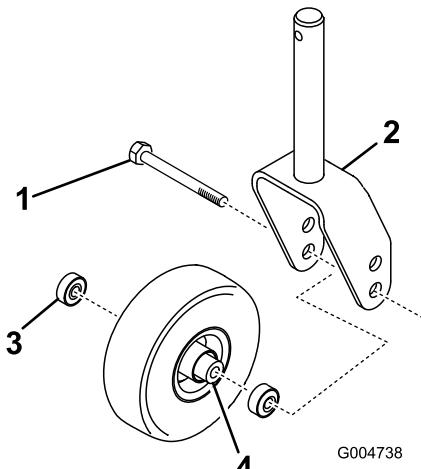
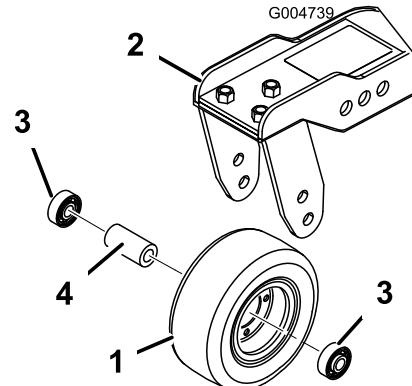

Figura 80
Figura 81
1. Retire la contratuerca del perno que sujetla el conjunto de la rueda giratoria entre la horquilla (Figura 80) o al brazo de pivote (Figura 81).
2. Retire el cojinete de la rueda y deje que se caiga el suplemento del cojinete (Figura 80 y Figura 81).